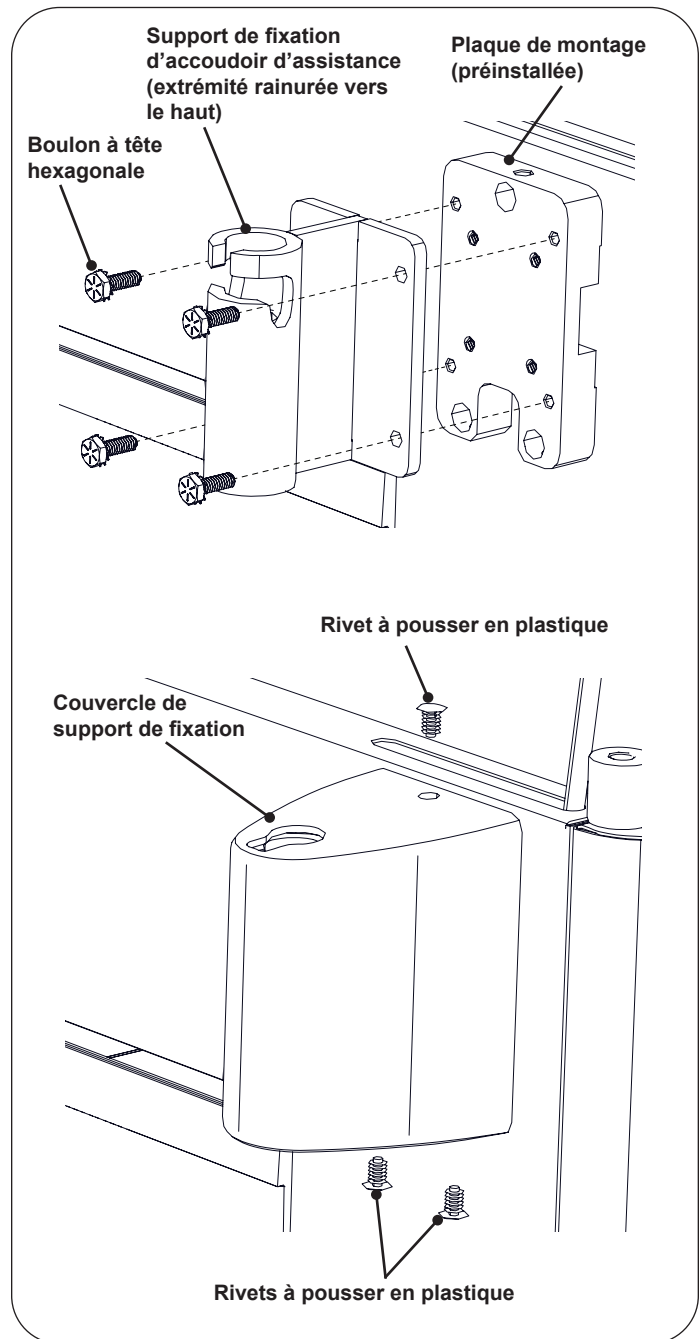

Figure 6. Installation des accoudoirs d'assistance au patient
1. Aligner le support de fixation d'accoudoir d'assistance avec la structure de trous sur la plaque de montage (préinstallée sur la table). Faire en sorte que l'extrémité rainurée du support d'accoudoir d'assistance est orientée vers le haut. Fixer le support à la plaque à l'aide de 4 boulons à tête hexagonale. (Voir Figure 6)
2. Glisser le couvercle de support sur le support d'accoudoir d'assistance, la découpe en boutonnière étant orientée vers le haut. Aligner le trou de montage supérieur avec le trou dans la partie supérieure de la plaque de montage. Insérer un rivet à pousser en plastique et le pousser avec le pouce jusqu'à ce qu'il soit à ras du dessus du couvercle (voir Figure 6).